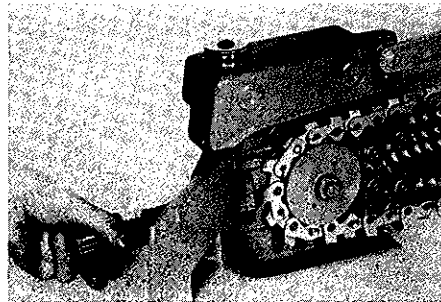

Bild 1
Sägekette auflegen: Die Kettenrolle (15) wird durch Linksdrehen des Handrades (16) bis an das Ende der Sägeschiene verschoben (Bild 1). Jetzt kann die Sägekette (11) in die Sägeschiennut (10) und schließlich über die Kettenrolle gelegt werden.